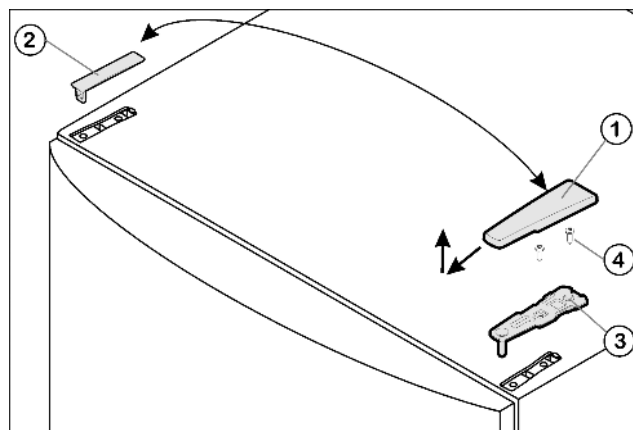

Fig. 4
- ▶ Enlever le cache Fig. 4 (1) vers l'avant et vers le haut.
- ▶ Retirer le cache Fig. 4 (2).
- ▶ Dévisser le support d'appui supérieur Fig. 4 (3)(2 Torx® 25)
- ▶ Placer le support d'appui supérieur Fig. 4 (3) sur le nouveau côté charnière de porte.
- ▶ Visser le support d'appui supérieur à fond (avec 4 Nm) (2 Torx® 25) Fig. 4 (4). Pointer les trous de vissage ou utiliser une visseuse sans fil.
- ▶ Faire encliqueter le cache Fig. 4 (1) et le cache Fig. 4 (2) du côté opposé.